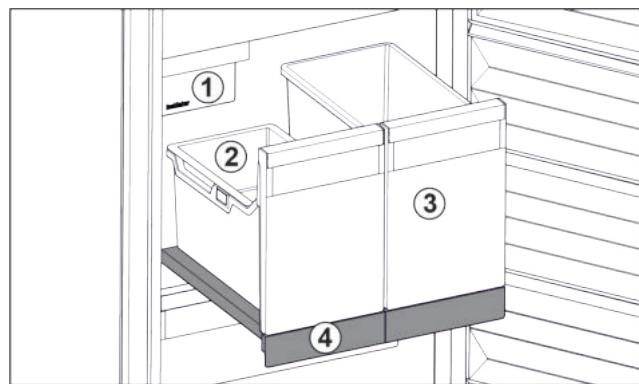

Fig. 21 Изтегляща се дъска с IceTower
Върху изтеглящата се дъска има два високи съда (IceTower). В съда Fig. 21 (2) се събират и съхраняват ледени кубчета от IceMaker. Съдът Fig. 21 (3) е подходящ за съхранение на високи хранителни продукти като пици или алкохолни напитки.